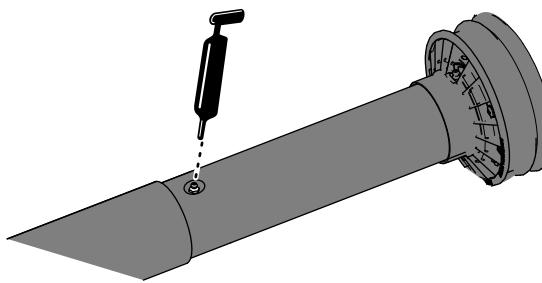

Figura 10
3. Extienda parcialmente el árbol de la TDF para tener acceso al engrasador situado cerca del centro del protector interior del árbol de transmisión (Figura 10).
4. Aplique grasa al engrasador de la unión telescopica del árbol de transmisión, como se muestra en la Figura 10.